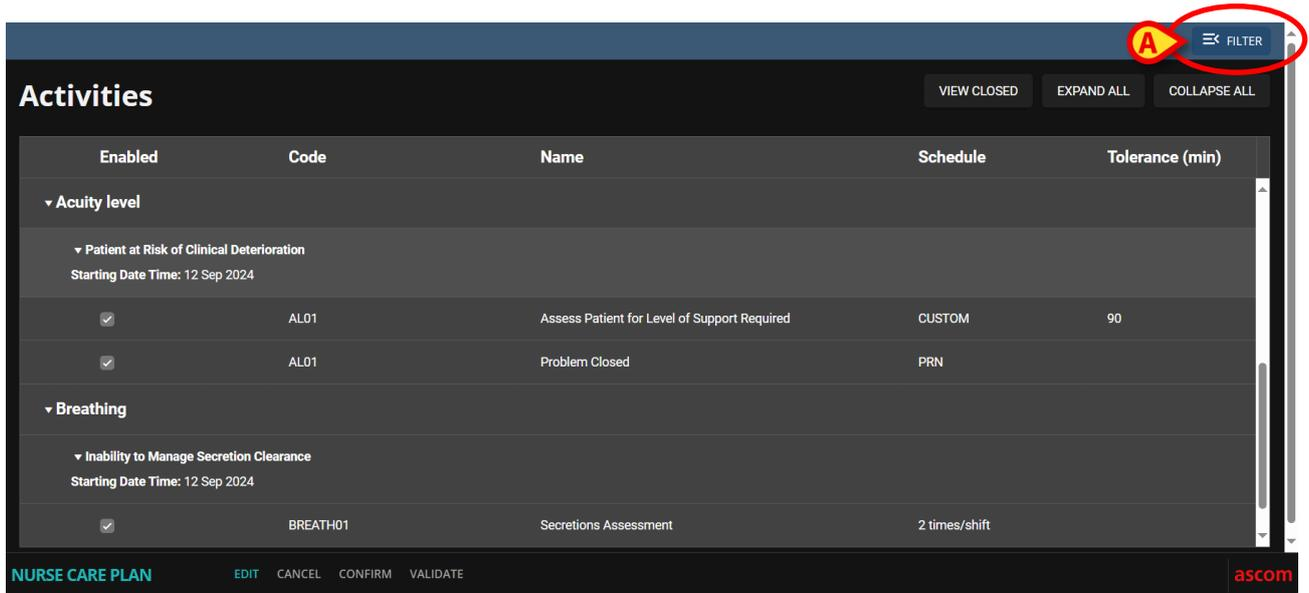

Fig 42
El botón Filter (Filtro) (Fig 42 **A**) permite visualizar un subconjunto elegido de actividades.
- Pulse el botón **Filter** (Filtro) (Fig 42 **A**).